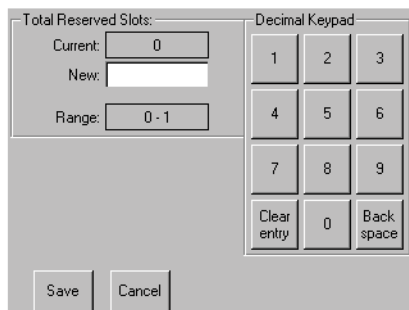

図3-7. 予約済みスロットを指定するための数値キーパッド
3. [Total Reserved Slots]の隣にあるボックスを押します。数値キーパッドが表示されます（図3-7を参照）。